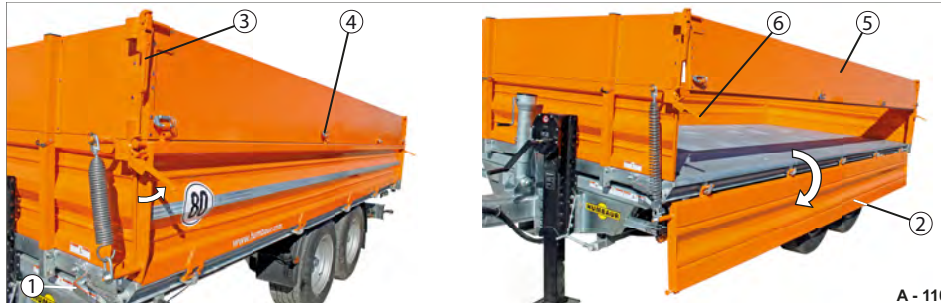

Abb. 113 Grundbordwand abgeklappt / Bordwandaufsatz pendelnd
Die Verschlüsse des Bordwandaufsatzes (Abb. 113/3) und die Zentralverriegelung (Abb. 113/1) müssen geschlossen bleiben!
Die Scharniere (Abb. 113/4) müssen gelöst sein!
- ▶ Lösen Sie die Scharniere des Bordwandaufsatzes (Abb. 113/4).
- ▶ Entriegeln Sie die Verschlüsse der Grundbordwand (Abb. 113/6).
- ▶ Halten Sie die Grundbordwand (Abb. 113/2) fest und klappen Sie diese langsam / kontrolliert herunter. Die Grundbordwand ist abgeklappt. Der Bordwandaufsatz (Abb. 113/5) pendelt an den Verschlüssen (Abb. 113/3).
- ▶ Klappen Sie die Grundbordwand (Abb. 113/2) hoch.
- ▶ Verriegeln Sie die Verschlüsse (Abb. 113/6) der Grundbordwand (Abb. 113/2).
- ▶ Sichern Sie die Scharniere (Abb. 113/4) des Bordwandaufsatzes. Die Grundbordwand und Bordwandaufsatz sind gesichert.